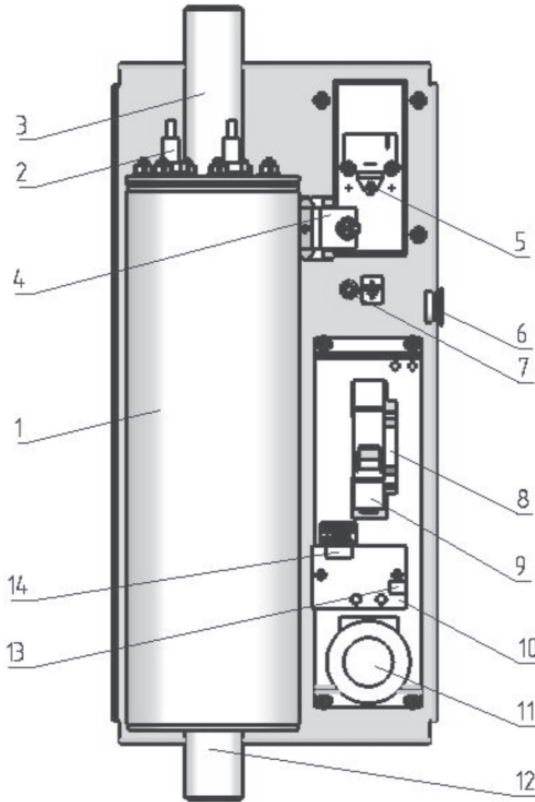

Рис. 1. Устройство электродогревателя:
5.1. Отопитель состоит из трёх основных частей: теплообменника (бака), элементов коммутации (симистор и автоматические выключатели) и реле управления и платы индикации, закреплённых на основании и закрытых съёмным кожухом (рис. 1).